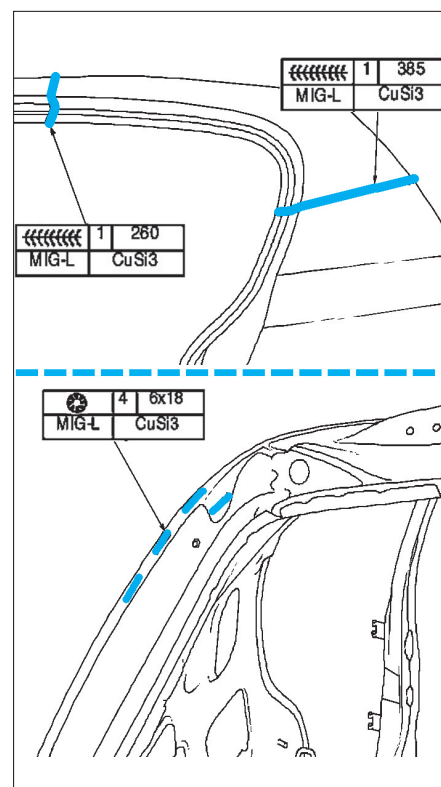

FIG. 148
- Effectuer les cordons de soudure sur le panneau latéral supérieur (fig. 148).